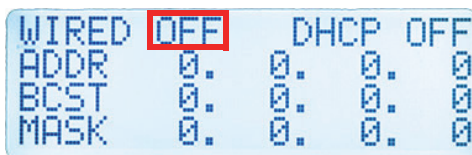

图 4-5 DHCP菜单
- 使用“向上箭头”键或“向下箭头”键（或），将**ON**（开启）改为**OFF**（关闭）（参见第61页的图 4-5）。